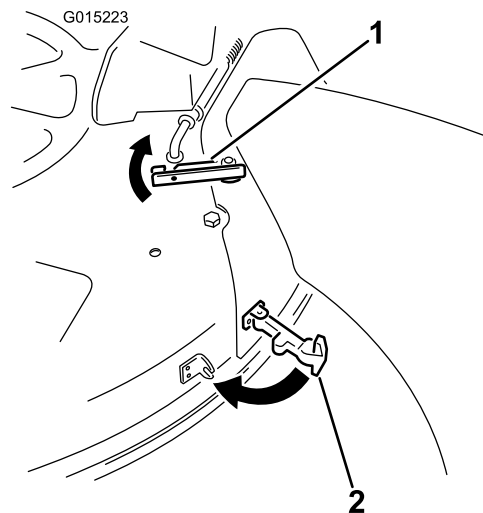

Figure 23
6. En haut de l'éjecteur, accrochez le verrou supérieur à la tige de pivot de l'ensemble déflecteur, comme illustré à la Figure 23.
7. Fixez l'éjecteur au plateau. Accrochez le verrou flexible de l'éjecteur à la gâche de retenue soudée sur le plateau de coupe, à l'arrière de l'ouverture (Figure 23).